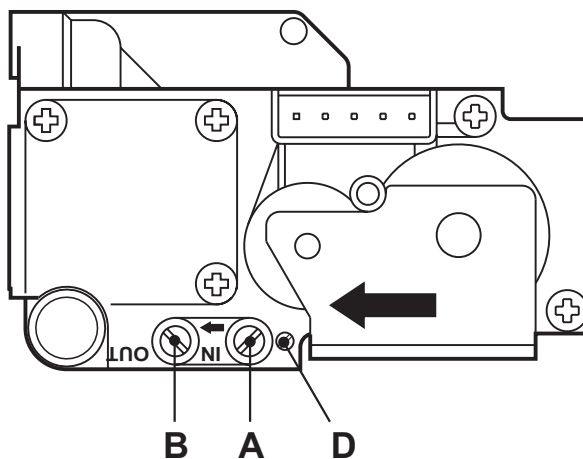

рис. 10 - Газовый клапан
- Подключите надлежащий манометр к контрольной точке "B" рис. 10, расположенной после газового клапана.
- Отрегулируйте минимальное давление с помощью регулировочного винта "D" рис. 10, поворачивая его по часовой стрелке для уменьшения и против часовой стрелки для увеличения.